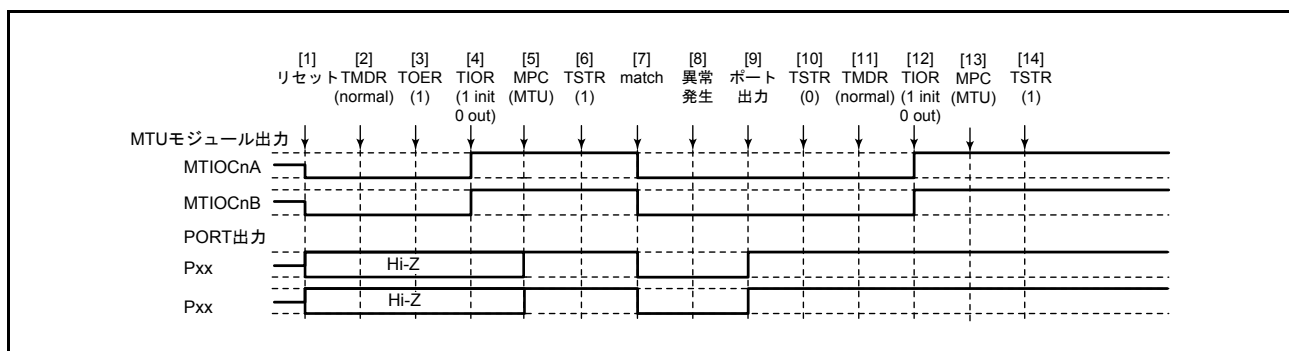

図 22.125 ノーマルモードで異常が発生し、ノーマルモードで復帰する場合
ノーマルモードで異常が発生し、再設定後ノーマルモードで再スタートする場合の説明図を図 22.125 に示します。
- [1] ~ [10] は図 22.125 と共通です。
(3) ノーマルモードで動作中に異常が発生し、PWM モード2で再スタートする場合の動作
[1] ~ [10] は図 22.125 と共通です。
[1] ~ [13] は図 22.125 と共通です。